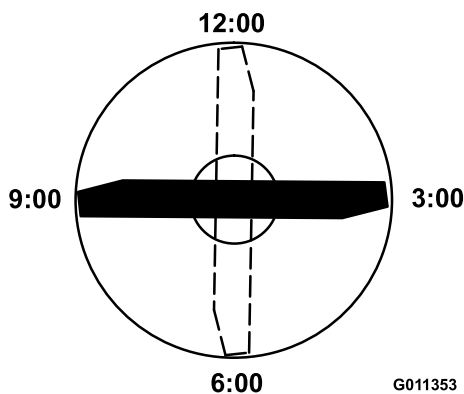

Рисунок 69
4. Установите режущую кромку отмеченного конца ножа в положение «12 часов» (строго прямо по направлению скашивания) (Рисунок 69) и измерьте высоту от стола до режущей кромки ножа.
5. Поверните отмеченный конец ножа в положения «3 часа» и «9 часов» (Рисунок 69) и измерьте значения высоты.